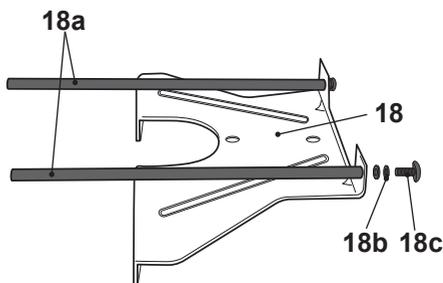

Рис. 7
- > Выровняйте резьбу на конце стержня (18a) по монтажному отверстию параллельной направляющей (18).
- > Скрепите соединение пружинной шайбой (18b) и винтом (18с) при помощи подходящей крестообразной отвертки (Рис. 7).